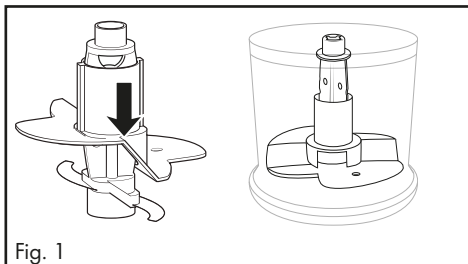

Fig. 1
- For at piske 100 ml fløde skal du sætte piskedelen på knivholderen **6**, så piskedelen **11** sidder på begge knive **8** og går i indgreb (fig. 1):